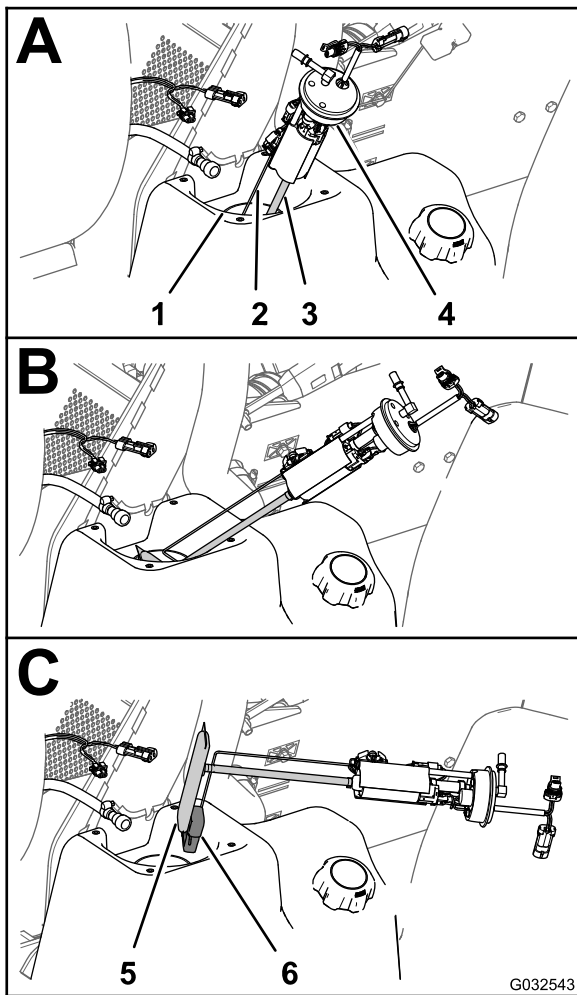
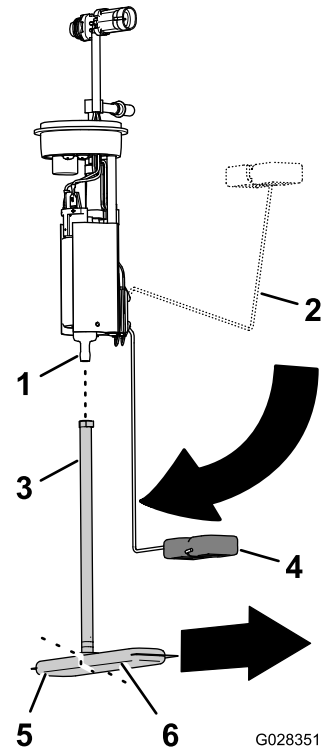

Bild 84
Bild 85
4. Heben und drehen Sie die Kraftstoffpumpe/Zuführeinheit vorsichtig aus dem Füllstutzen des Kraftstofftanks (**Bild 84**).
- Entfernen Sie das Aufnahmerohr des Kraftstofffilters aus dem Anschlussstück der Kraftstoffpumpe (**Bild 85**).
- Richten das Aufnahmerohr des neuen Kraftstofffilters am Anschlussstück der Kraftstoffpumpe aus (**Bild 85**).
- Richten Sie das lange Teilstück des Kraftstofffilters mit dem Schwimmer aus, wenn sich der Schwimmerarm in der Stellung des leeren Kraftstofftanks befindet (**Bild 85**).
- Schieben Sie das Anschlussstück der Kraftstoffpumpe in das Aufnahmerohr, bis das Anschlussstück vollständig sitzt (**Bild 85**).
1. Halten Sie den Schwimmerarm und das Aufnahmerohr zusammen und schieben Sie den Schwimmer und den Kraftstofffilter in die Öffnung im Kraftstofftank (Bild 84).
2. Setzen Sie die Kraftstoffpumpe/Zuführeinheit in die Öffnung im Tank (Bild 84 und Bild 85).
3. Montieren Sie die Dichtung und die Mutter über der Kraftstoffpumpe/Zuführeinheit und auf dem Füllstutzen des Kraftstofftanks und ziehen Sie die Mutter handfest an (Bild 84).
4. Verbinden Sie die Kupplung am Kraftstoffschlauch mit dem Anschlussstück der Kraftstoffpumpe (Bild 84).
5. Verbinden Sie die 2-polige Buchse des Maschinenkabelbaums mit dem 2-poligen Stecker der Kraftstoffpumpe/Zuführeinheit; verbinden Sie den 2-poligen Stecker des Maschinenkabelbaums mit der 2-poligen Buchse der Kraftstoffpumpe/Zuführeinheit (Bild 84).